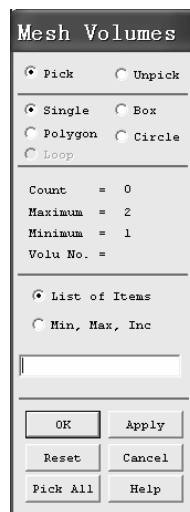

图 1-36 “Mesh Volumes” 窗口
(14) 在“Meshing Attributes”窗口下进行选择：首先在“[TYPE] Element type number”后面的方框中选择“2 SOLID164”，再在“[Mat] Material number”后面的方框中选择“2”，然后单击“Meshing Attributes”窗口中的“OK”按钮。
(15) 在“MeshTool”窗口中，从“Mesh”后的方框中选择“Volumes”（单击该方框后的倒立三角形来选择），再从“Shape”后的单选框中选中“Hex”。
(16) 在“MeshTool”窗口中，单击“Mesh”按钮，弹出“Mesh Volumes”窗口（见图 1-36），鼠标光标变为向上的黑色箭头。